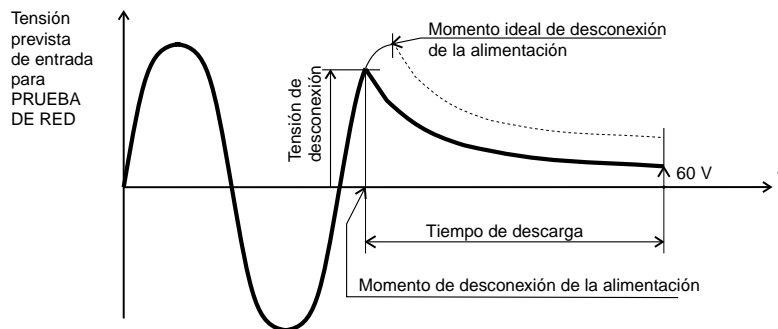

Fig.20. Tensión en entrada para PRUEBA DE RED
- Se visualiza la tensión de corriente durante la medición; la tensión de desconexión (véase fig. 20) se visualiza después de terminar la medición.